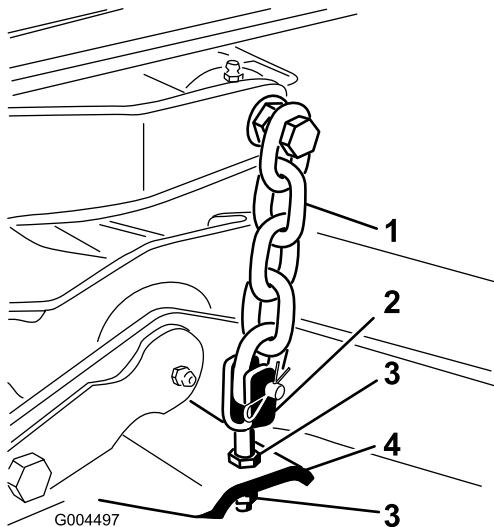

Figure 75
7. Ajustez les écrous de blocage qui fixent les chapes/chaînes au plateau de coupe pour élever l'arrière du plateau de coupe de sorte à obtenir une inclinaison de la lame de 8 mm (Figure 75).